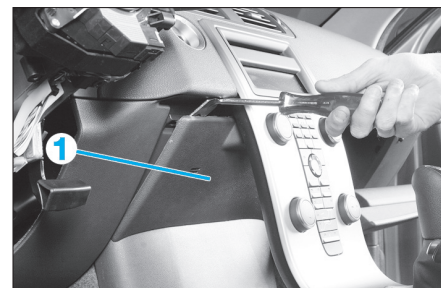

FIG. 6
- la garniture centrale (1) (Fig.6).